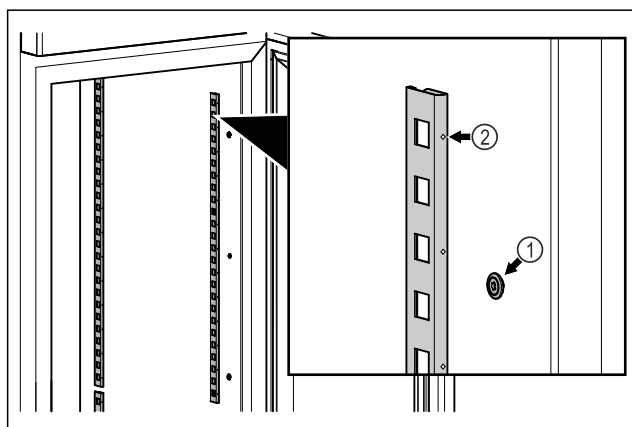

Fig. 48 Représentation à titre d'exemple
- ▶ Accrocher les bandes d'encliquetage dans la suspension Fig. 48 (1). Le repère Fig. 48 (2) doit pointer vers l'avant.